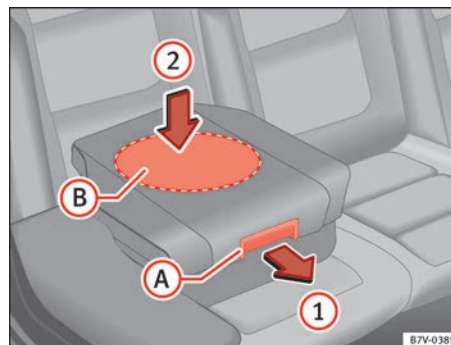

Abb. 33 Integrierter Kindersitz: Sitzpolster zurückklappen.
- Sitzpolster am Entriegelungshebel ⇒ Abb. 33 A in Pfeilrichtung 1 nach vorn ziehen.